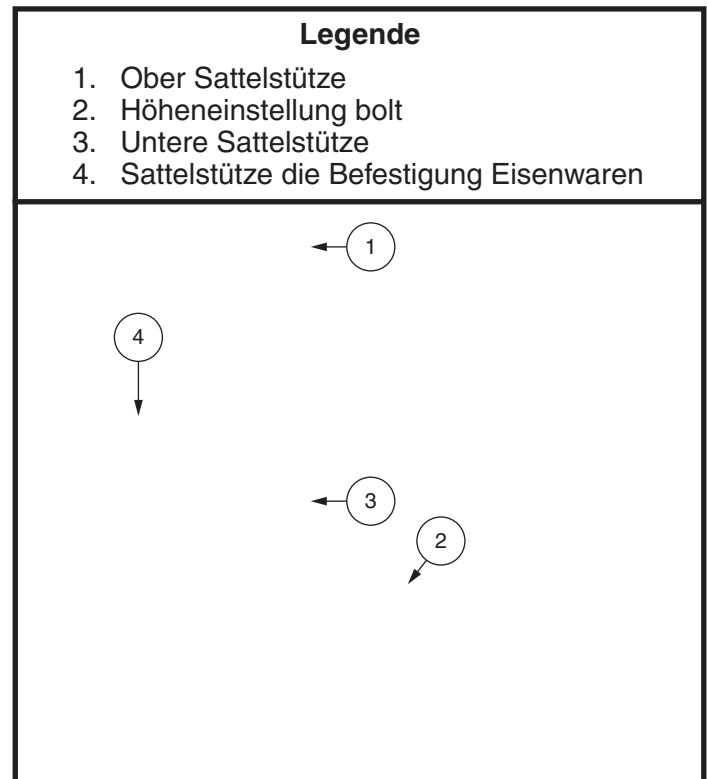

Abb. 8. Sitzhöhenverstellung
8. Lösen Sie die Hardware auf der Rückseite der Sattelstütze. **Siehe Abb. 8.**